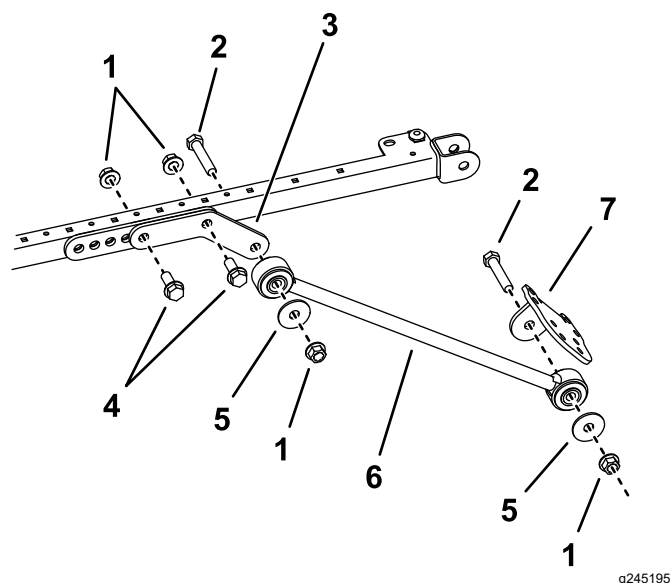

Bild 40
Bundmutter ($\frac{1}{2}$ ") an der Außenseite jedes Verlängerungslenkers, wie in Bild 40 abgebildet.
11. Befestigen Sie eine Strebenhalterung mit einer Schraube ($\frac{1}{2}$ " x $2\frac{1}{2}$ "), einer Scheibe ($\frac{1}{2}$ ") und einer Bundmutter ($\frac{1}{2}$ ") an jeder Strebe, wie in Bild 40 abgebildet.